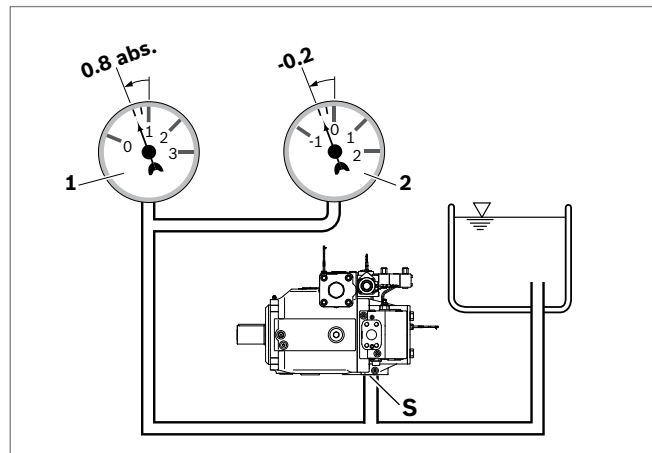

Abb. 7: Saugdruck Speisepumpe
- ▶ Stellen Sie sicher, dass für die Axialkolbeneinheit in allen Einbaupositionen und Einbaulagen im Betrieb und bei Kaltstart ein minimaler Saugdruck von 0.8 bar absolut am Anschluss **S** vorliegt, siehe Abb. 7. Weitere Druckwerte siehe Datenblatt 92105.